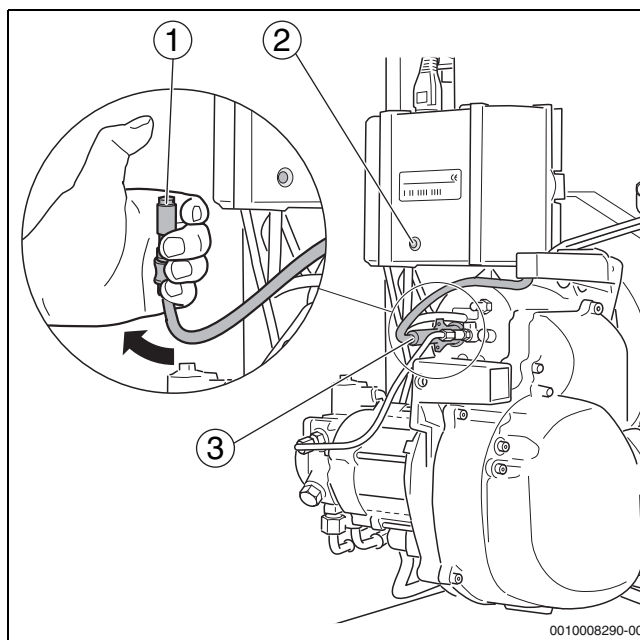

Bild 26 Flammenfühler auf Funktion prüfen
- Flammenfühler bei laufendem Brenner am vorgesehenen Griff aus der Halterung ziehen (→ Bild 26, [3])
- Flammenfühler mit dem Daumen abdecken (→ Bild 26, [1]). Es muss nach Wiederanlauf eine Störabschaltung erfolgen.
- Nach einer Wartezeit von ca. 30 Sekunden den Feuerungsautomat durch Drücken der Reset-Taste (→ Bild 26, [2]) entriegeln.